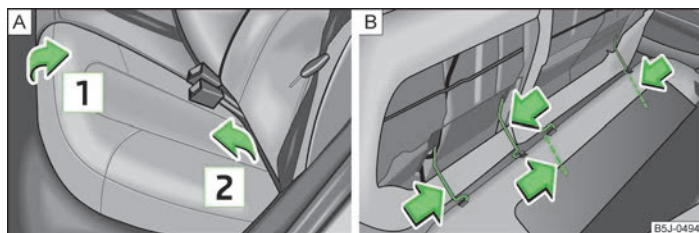

Fig. 42 Abatir hacia delante y desmontar los asientos
- Levantar el asiento en el sentido de la flecha **1** » fig. 42 y abatirlo hacia delante en el sentido de la flecha **2**.
- Presionar el estribo de alambre en sentido de la flecha » fig. 42 - **B** y sacar la banqueta del asiento de la fijación.
- Presionar el estribo de alambre en sentido de la flecha » fig. 42 - **B** y colocar en la fijación.